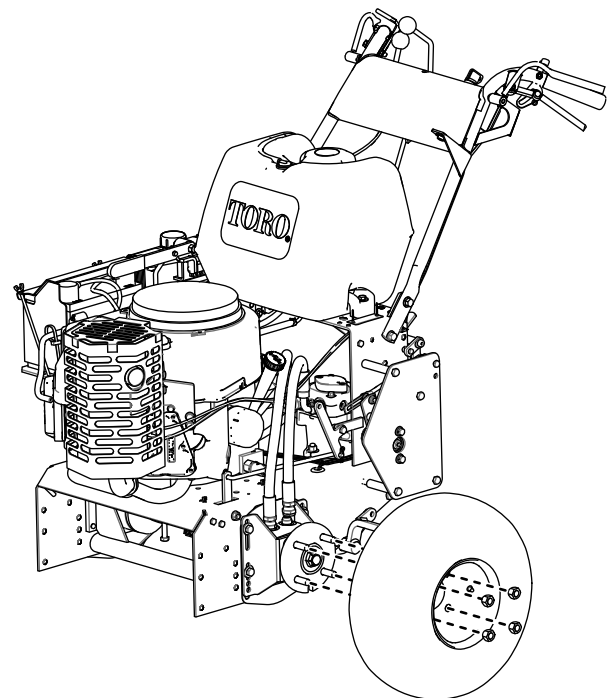

Figura 1
4. Rimuovete i 4 dadi a staffa che fissano entrambe le ruote al trattorino (Figura 1).
5. Rimuovete le ruote (Figura 1).